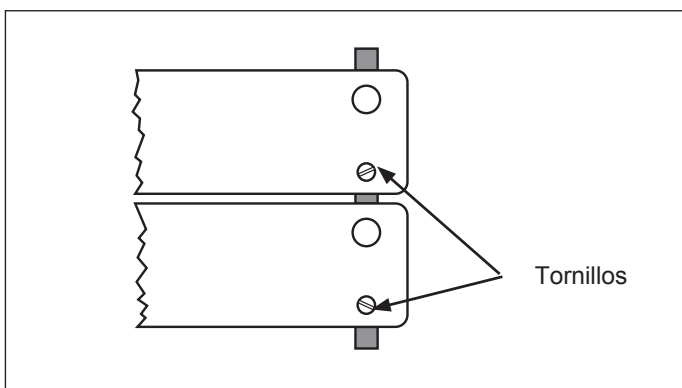

Figura 9. Eslabones maestros
2. Aplique desgrasador **McD® Heavy Duty Degreaser (HCS)** sobre un **pañó para parrilla limpio, empapado en solución higienizadora**. Pase el pañó para parrilla por la parte expuesta de la correa transportadora de lado a lado (Figura 9).